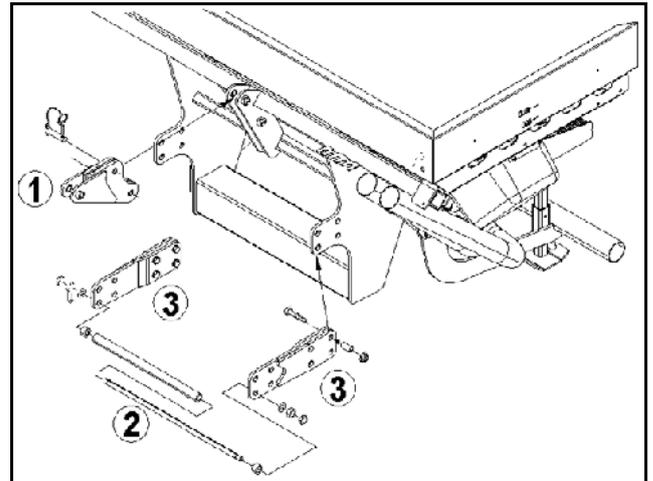

Fig. 35
1. Fixer la rallonge du bras supérieur (Fig. 35/1) à l'aide de deux boulons à la trémie FRS et la fixer avec une goupille.
2. Retirer le support du bras inférieur (Fig. 35/2) des points d'attelage standard du bras inférieur.
3. Fixer le support du bras inférieur sur les rallonges des bras inférieurs (Fig. 35/3) Veiller au montage correct de la sécurité anti-rotation.